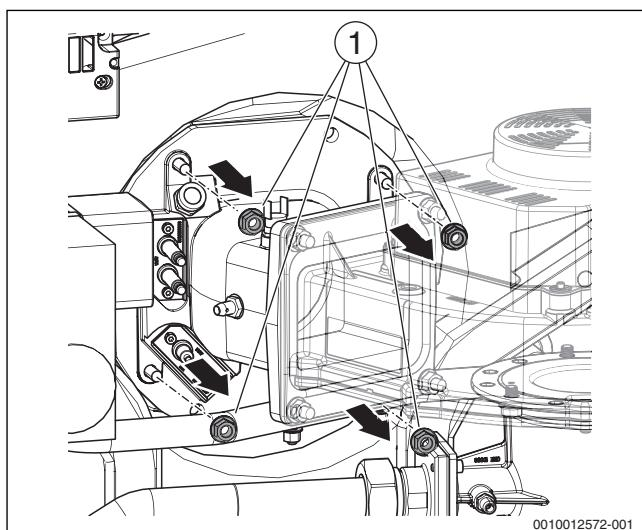
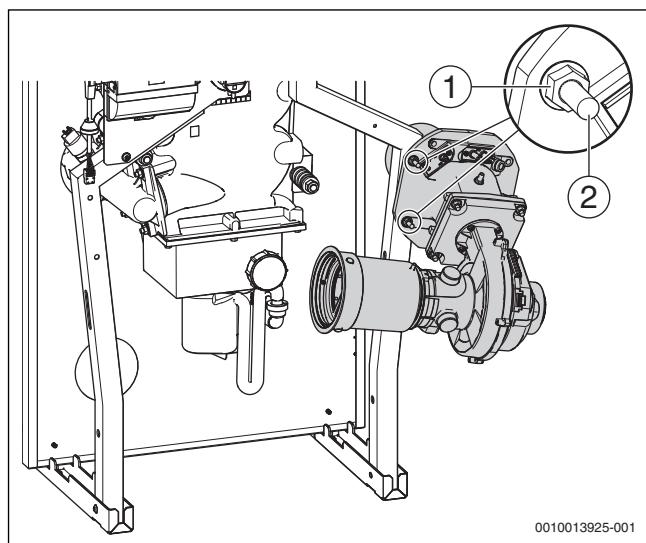

Рис. 42 Гайки на смесительном колене
Рис. 43 Горелка в положении для обслуживания (монтаж справа)
- ▶ Наденьте горелку фланцем на смонтированные на заводе винты (→рис. 43, [2]) и закрепите двумя прежде снятыми гайками (→рис. 42, [1]).